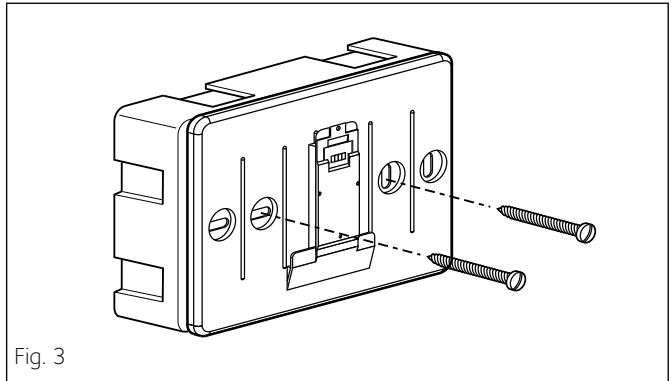

Fig. 3
- installer l'interface de système sur la base en la poussant délicatement vers le bas (fig.3).